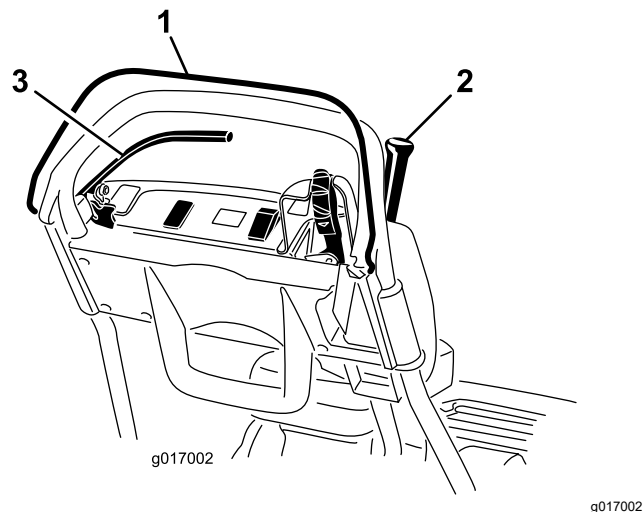

Figura 27
3. Tentate di innestare la leva della trazione con l'OPC rilasciato (**Figura 27**). La leva della trazione non deve innestarsi. Se la leva della trazione si innesta, il sistema di sicurezza deve essere revisionato. Rettificate il problema prima di utilizzare la macchina; fate riferimento a Revisione del microinterruttore di sicurezza della trazione \(pagina 37\).
4. Tenete premuto l'OPC e la leva della trazione innestata per rilasciare l'OPC stesso (**Figura 27**). La leva della trazione deve disinnestarsi. Se la leva della trazione non si disinnesta, il sistema di sicurezza deve essere revisionato. Rettificate il problema prima di utilizzare la macchina. Vedere Revisione del microinterruttore di sicurezza della trazione \(pagina 37\).
5. Tenete premuto l'OPC e la leva del cambio spostata a sinistra per innestare il comando della trazione e trasmissione del cilindro e rilasciare l'OPC stesso (**Figura 27**). La leva della trazione deve disinnestarsi. Se la leva della trazione non si disinnesta, il sistema di sicurezza deve essere revisionato. Rettificate il problema prima di utilizzare la macchina; fate riferimento a Revisione del microinterruttore di sicurezza della trazione \(pagina 37\) o a Regolazione del comando del cilindro \(pagina 41\).
2. Premete l'OPC e innestate la leva di trazione (Figura 27).